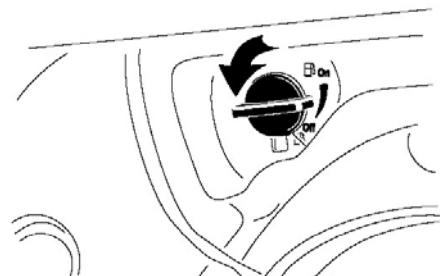

Рисунок 18.
- Поверните краник подачи топлива на 1/4 против часовой стрелки, чтобы открыть его (Рис. 18).